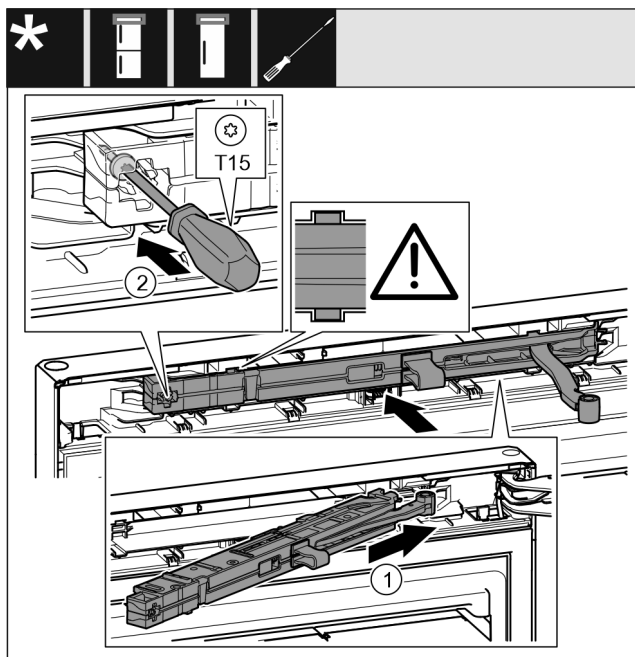

Fig. 20
- ▶ Amortyzator zamykania drzwi po stronie płytki zawiasu wsunąć ukośnie w zagłębienie aż do oporu. Fig. 20 (1)
- ▶ Śrubę przykręcić przy pomocy śrubokręta T15. Fig. 20 (2)